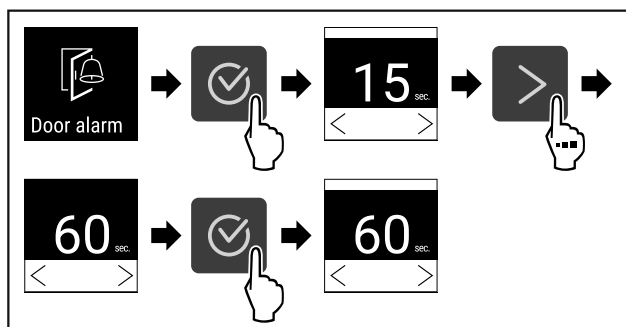

Fig. 113
- ▶ Végezze el a gyakorlati lépéseket (lásd Fig. 113) .